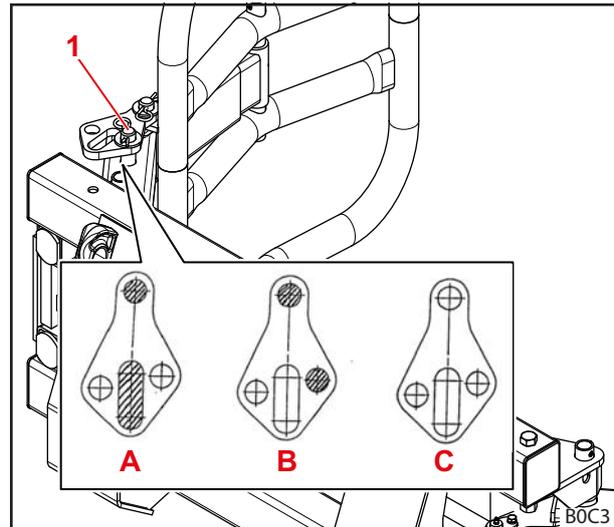

Fig. 46 Ajustar la distancia entre las pinzas a la altura de las pacas o bien su diámetro (pinza izquierda)
- Para pacas redondas con un diámetro inferior a 1,5 m se deben introducir pernos de corredera a través del agujero alargado (véase patrón A en Fig. 46).
- Para pacas redondas con un diámetro inferior a partir de 1,5 m se deben introducir pernos de corredera a través del orificio a corta distancia (véase patrón B en Fig. 46).